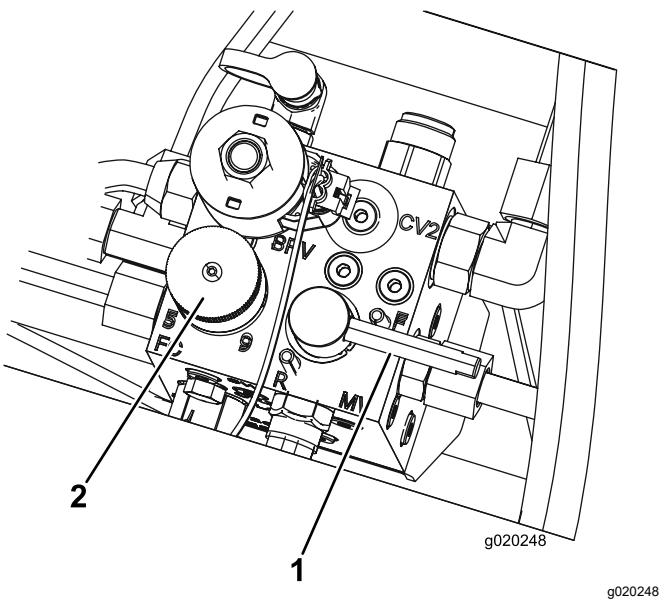

图 82
5. 将滚刀速度控制杆设置为位置 1 图 82。
6. 将倒磨控制杆移至 R 倒磨位置 图 82。